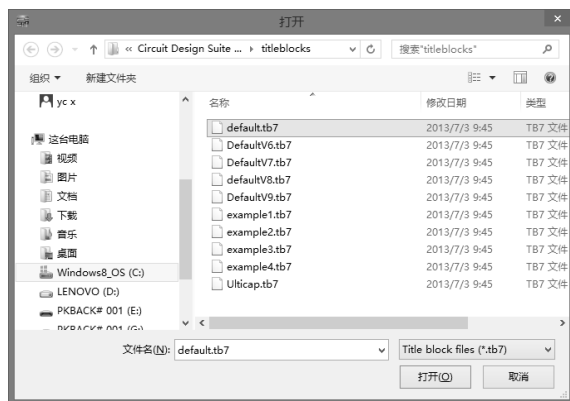

图 4.1.8 “打开”对话框
(2) 增加标题栏。选择“Place”→“Title Block (标题栏)”命令，打开一个对话框，如图 4.1.8 所示，可在系统自带的标题栏模板中选择一个模板文件，如“default.tb7”，单击“打开”按钮，则